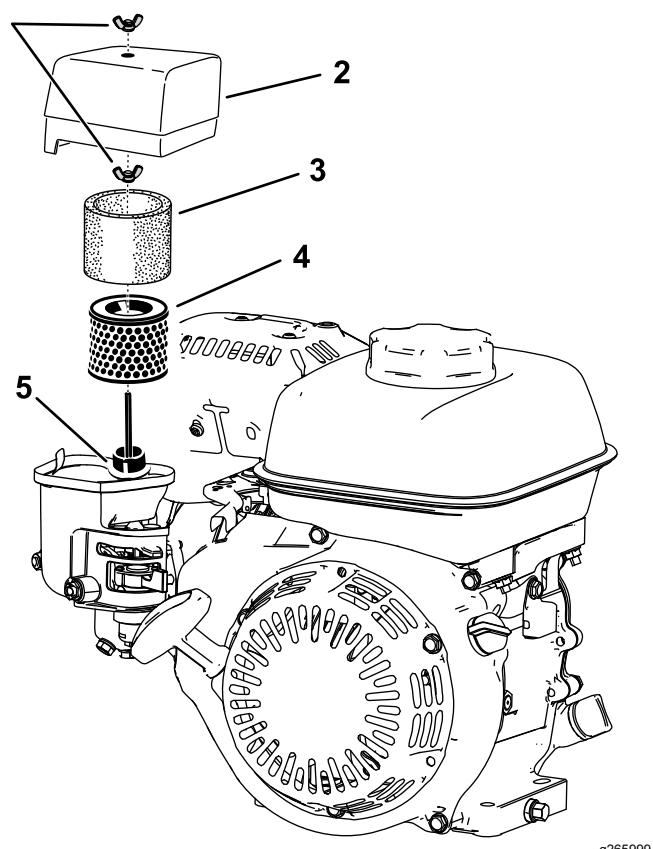

Figura 27
2. Retire a porca de orelhas que prende a cobertura do filtro de ar (Figura 27).